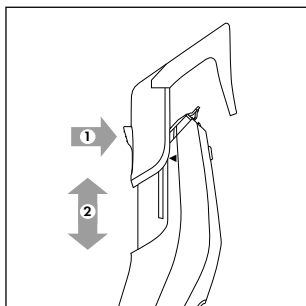
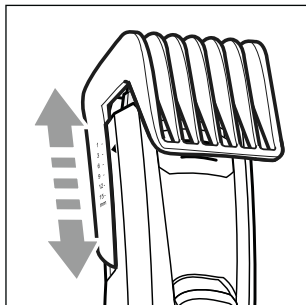

Fig. 3
Fig. 4
- ◆ Appuyez sur le bouton à l'arrière du sabot **10/11**, et faites glisser le sabot **10/11** vers le haut ou vers le bas (voir fig. 3). Vous pouvez ainsi régler la longueur de coupe souhaitée (voir également le chapitre **Coupe des cheveux**).
- 3) Réglez la longueur de coupe sur le sabot **10/11** en fonction de la longueur de cheveux souhaitée. Appuyez pour cela sur le bouton à l'arrière du sabot **10/11** et faites glisser le sabot **10/11** vers le haut ou vers le bas (voir fig. 3). Vous pouvez lire les longueurs de coupe sur le côté sur les repères du sabot **10/11** (voir fig. 4). Commencez d'abord par une longueur de coupe plus importante et réglez progressivement des longueurs de coupe moins importantes au fil de la coupe.
- ◆ Réglez la longueur de coupe sur le sabot **10/11** en fonction de la longueur de cheveux souhaitée. Appuyez pour cela sur le bouton à l'arrière du sabot **10/11** et faites glisser le sabot **10/11** vers le haut ou vers le bas (voir fig. 3). Vous pouvez lire les longueurs de coupe sur le côté sur les repères du sabot **10/11** (voir fig. 4). Ensuite, raccourcissez votre barbe progressivement.